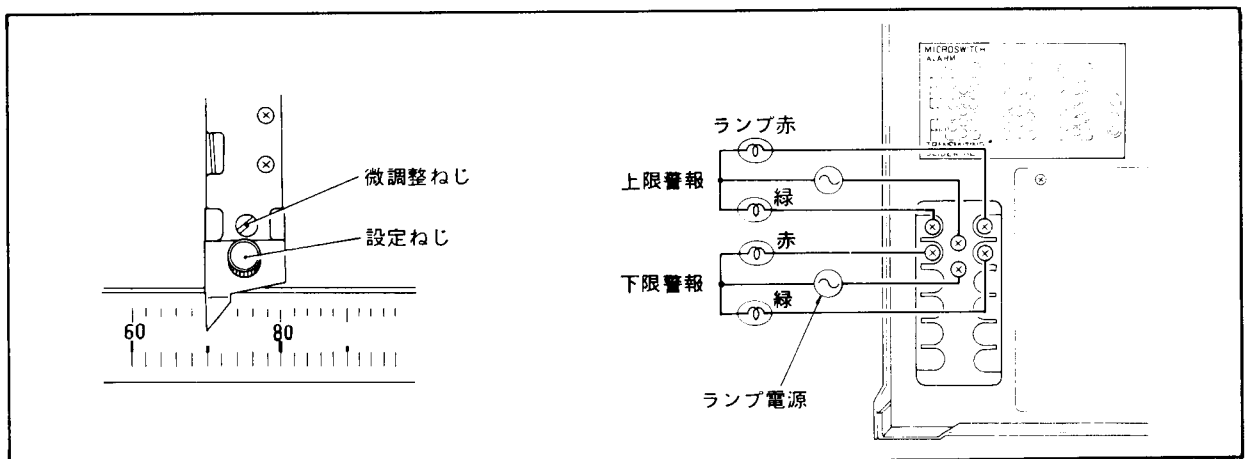

図 13-4 マイクロスイッチの校正
- (1) 図 13-4 のように配線し、記録計の SUPPLY スイッチは OFF にします。
- (2) 任意の所 (10 %, 50 %, 90 % が望ましい) に、マイクロスイッチ警報を設定します。
- (3) プーリを指で回して指針を移動し、警報の動作点をランプの点滅で確認し、設定指標とのずれを計算